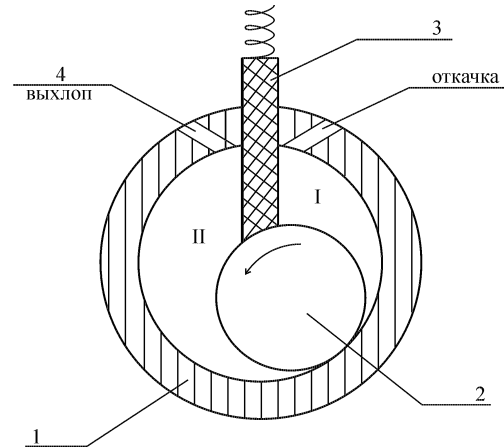

Рис. 1.
Для получения предварительного вакуума в лабораторной практике наиболее распространены пластинчато-статорные ротационные форвакуумные насосы. В нашей лаборатории используются насосы РВН-20 и ВН-461. Рассмотрим работу пластинчато-статорного насоса (рис.1). В таком насосе в полости статора 1 вращается цилиндрический ротор 2. Ось вращения ротора совпадает с осью полости статора, но не совпадает с осью самого ротора. Одна из образующих ротора всё время скользит по поверхности полости статора. Пластина 3 пружиной прижимается к ротору и совершает колебательное движение вверх-вниз в прорези статора. Пластина и ротор делят полость статора на два объёма: расширяющийся (I) и сжимающийся (II). Первый объём соединён с откачиваемой установкой, второй — с атмосферой через клапан 4. Камера насоса помещена в бак с вакуумным маслом, которое предотвращает проникание воздуха через сочленения, а также смазывает ротор и уплотняет скользящие линии соприкосновения ротора со статором и пластиной.